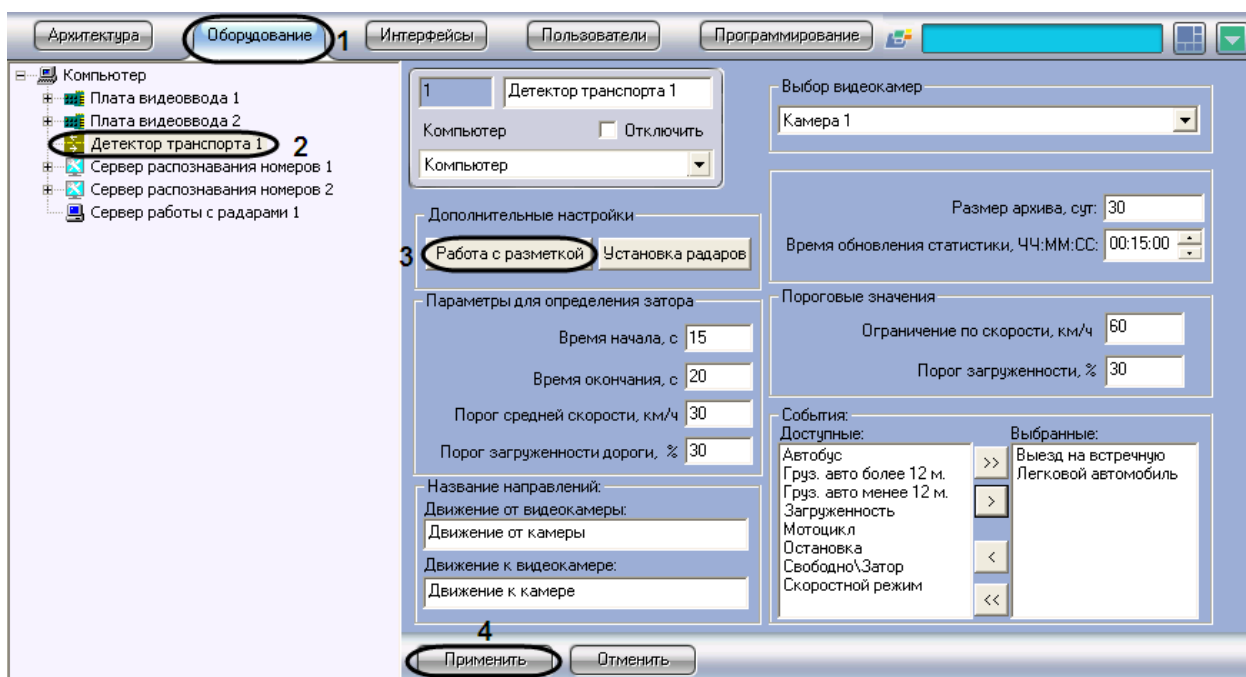

Рис. 7.4—11. Импортирование файла, содержащего параметры разметки
2. В дереве объектов на вкладке «Оборудование» выбрать объект «Детектор транспорта», соответствующий настраиваемому программному модулю «Детектор транспорта» (Рис. 7.4—11, 2). В правой части вкладки «Оборудование» отобразится панель настройки выбранного объекта.
3. Нажать на кнопку «Работа с разметкой» и выбрать пункт «Импорт разметки» (см. Рис. 7.4—11, 3).